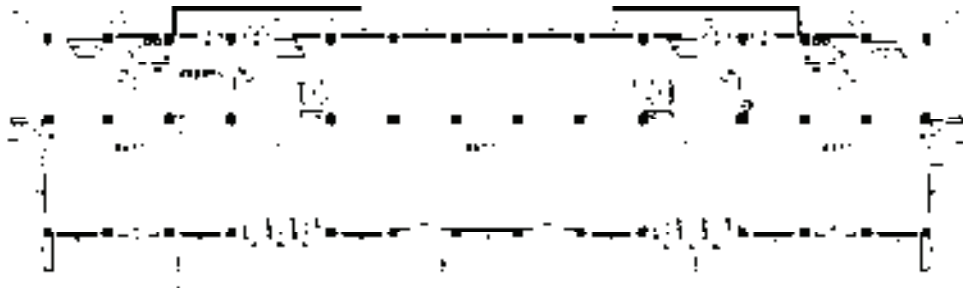

图 15-66 添加箭头引注
6) 重复调用“箭头引注”命令, 继续为平面图添加箭头标注, 结果如图 15-66 所示。